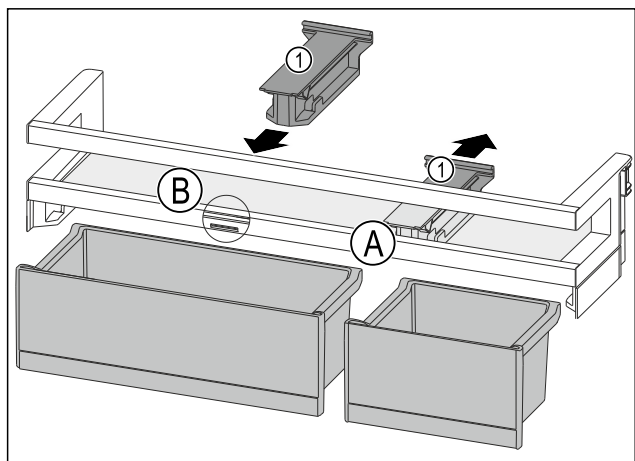

Fig. 82
- Držák Fig. 82 (1) v poloze Fig. 82 (A) stáhněte dozadu.
- Držák Fig. 82 (1) vložte v poloze Fig. 82 (B).